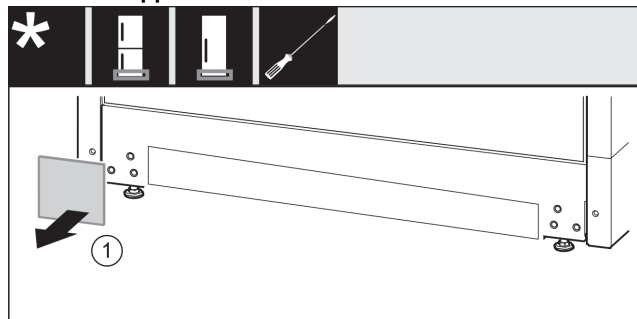

Fig. 19
- Retirer le cache Fig. 19 (1).